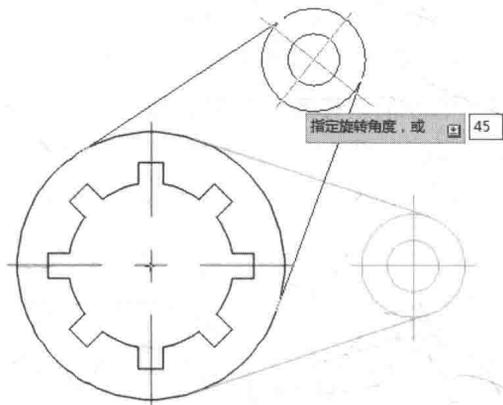

图3 定义旋转角度
Step3 定义旋转角度。在命令行中输入数字以指定旋转角度，如45；按空格键完成图形的旋转操作，如图3所示。